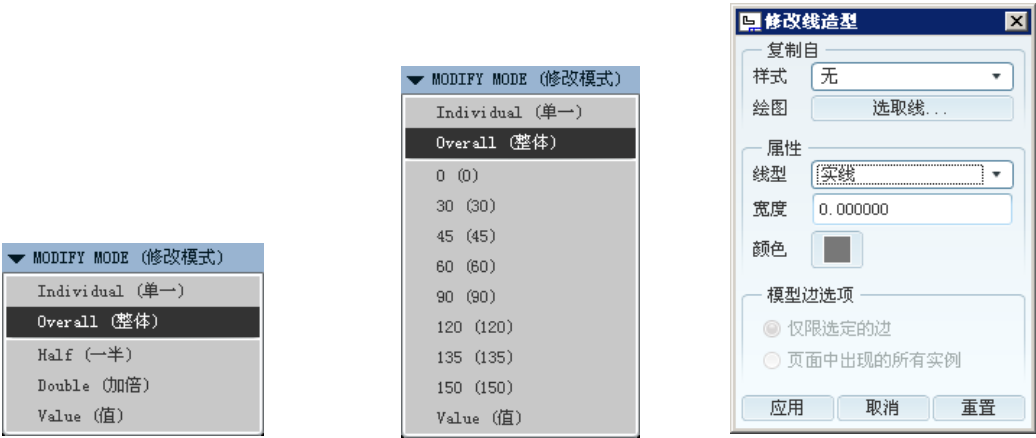

图 3.11.3 “修改模式”菜单（一） 图 3.11.4 “修改模式”菜单（二） 图 3.11.5 “修改线造型”对话框
Step3. 设置间距。选择 **▼ MOD XHATCH (修改剖面线)** 菜单中的 **Spacing (间距)** 命令，系统弹出图 3.11.3 所示的 **▼ MODIFY MODE (修改模式)** 菜单，在该菜单中选择 **Value (值)** 命令，在图形区下方的消息输入窗口中输入间距值 5.0，单击中键（也可以连续选择 **Half (一半)** 或 **Double (加倍)** 命令，观察零件模型中剖面线间距的变化，直到调到合适的间距）。